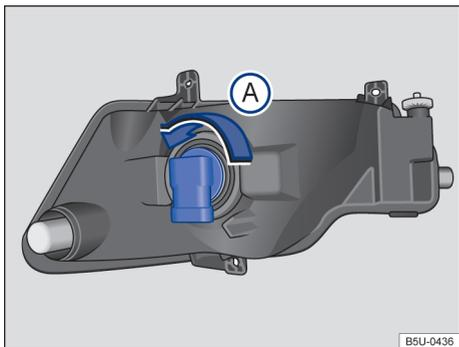

Fig. 111 Atrás do para-choque dianteiro: acesso à lâmpada incandescente do farol de neblina.
3. Girar o soquete da lâmpada → Fig. 111, no sentido anti-horário da seta (A), e desencaixá-lo do alojamento.